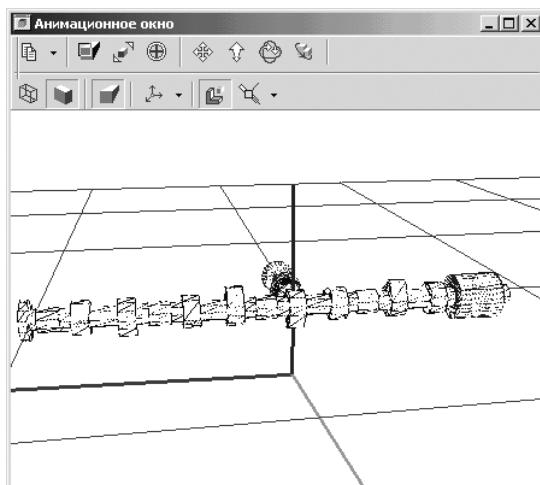

Рис. 1.118. Пример изображения объекта **кулачок – клапан** в **Контурном режиме** на все окно
- щелкните в контекстном меню по пункту **Контурный режим**. Если в **Анимационном окне** был установлен **Сплошной режим** показа объекта, то преобразуется в **Контурный режим**, и наоборот. Пример отображения объекта **кулачок – клапан** в контурном режиме показан на рис. 1.118.